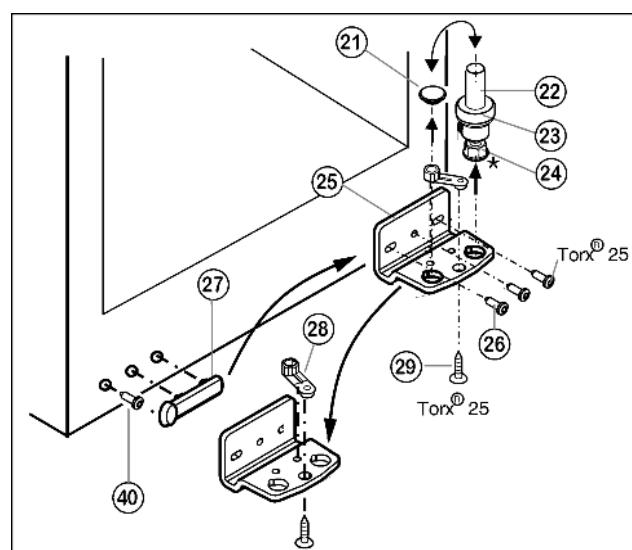

Fig. 5
- Зніміть, потягнувши догори, опорний гвинт Fig. 5 (22) у комплекті, разом з шайбою Fig. 5 (23) та установочною ніжкою\* Fig. 5 (24).
- Зніміть Fig. 5 (21) пробку.
- Відгиніть Fig. 5 (26) опорний кронштейн Fig. 5 (25).
- Відкрутіть Fig. 5 (29) опорну деталь Fig. 5 (28) і вставте в протилежний отвір опорного кронштейну, знову пригвинтіть.
- Обережно зніміть кришку з боку ручки Fig. 5 (27) та гвинт Fig. 5 (40) і переставте їх на протилежний бік.
- ▶ Пригвинтіть опорний кронштейн Fig. 5 (25) на новий бік шарніра (**з моментом 4 Нм**). За потреби використовуйте викрутку з акумулятором.
- ▶ Вставте пробку Fig. 5 (21) в отвір, що залишився вільним.
- ▶ Встановіть на місце опорний гвинт Fig. 5 (22) у комплекті, разом з шайбою та установочною ніжкою\*. При цьому виступ фіксатора повинен бути спрямований назад.
- ▶ Встановіть дверцята згори на нижній опорний гвинт Fig. 5 (22).
- ▶ У разі необхідності за допомогою двох довгастих отворів на опорному кронштейні знизу Fig. 5 (25) встановіть дверцята на одній осі з корпусом. Для цього викрутіть середній гвинт.